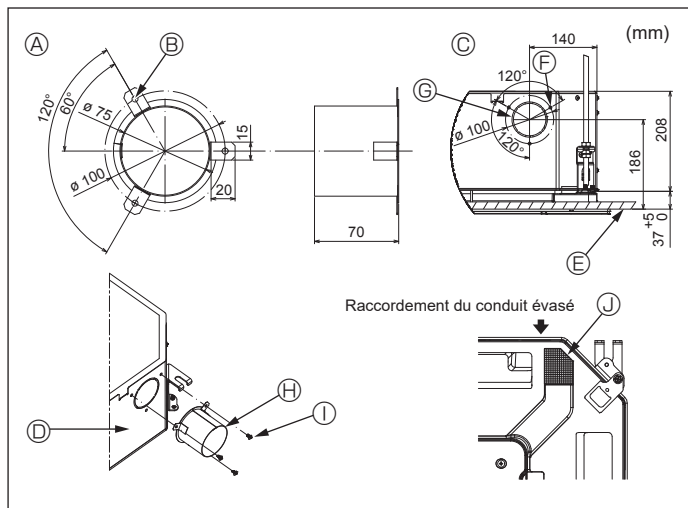

Fig. 3-3
3.3. Installation de conduit (en cas d'arrivée d'air frais) (Fig. 3-3)